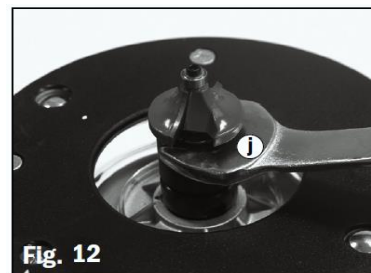

Fig. 12
3. Naudokite frezerio komplektacijoje pridėtą veržliarakčį (j) ir lengvai pasukite kad užsifiksuotų griebtuvas. Tuomet sukdami veržliarakčį prieš laikrodžio rodyklę atlaisvinkite įvorę arba sukdami pagal laikrodžio rodyklę įveržkite įvorę su freza pav.(Fig.12).